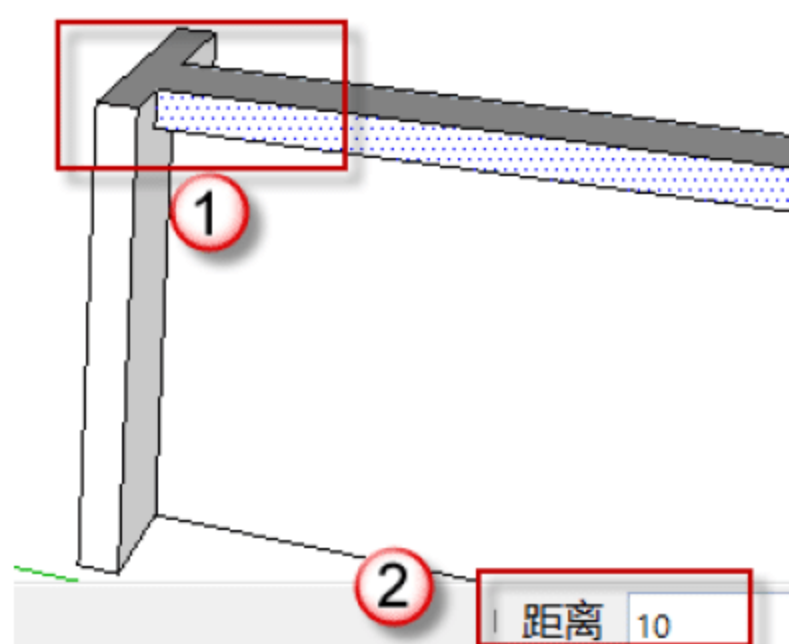

图 8.1.6 绘制拉伸面
(6) 选择“推/拉”命令，在立面上选中需拉伸的面，输入拉伸距离为“10”个单位，按 Enter 键完成操作，如图 8.1.6 所示。